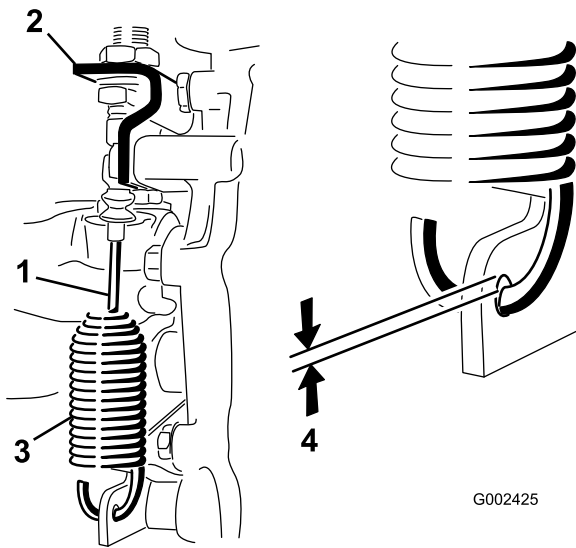

Figure 49
2. Desserrez les écrous de blocage qui fixent le câble de blocage du différentiel au support sur la boîte-pont (Figure 49).